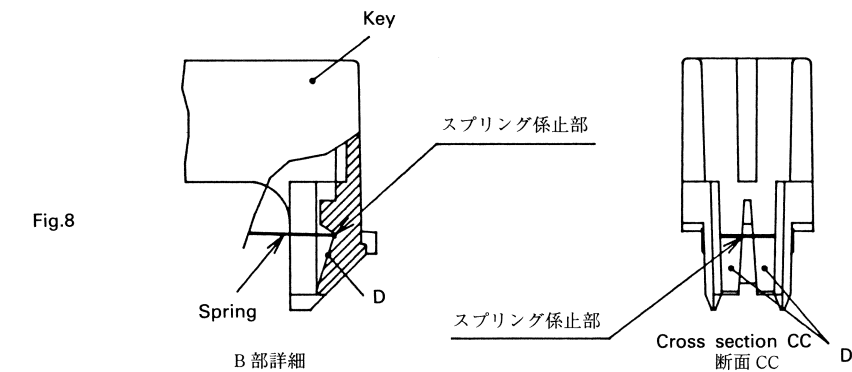

Fig.8
2. Referring to Fig.8, press the key in the direction of ④.
Firmly rest the spring on the spring dent (Fig.8). Don't let the spring stop at the slope D or the key touch will differ from the previous sensitivity.
2. スプリングをKEY スプリング係止部にあて (Fig. 8 参考)
注) スプリングを Fig. 8 に示すスプリング係止部に確実に係止しないと(斜面 D に止まる事がある)KEY タッチが変化してしまう。